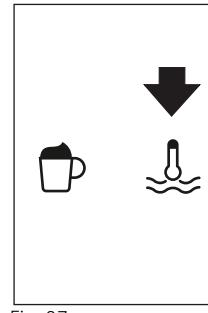

Fig. 27
- Prima o ícone  (B13) (Fig. 27).